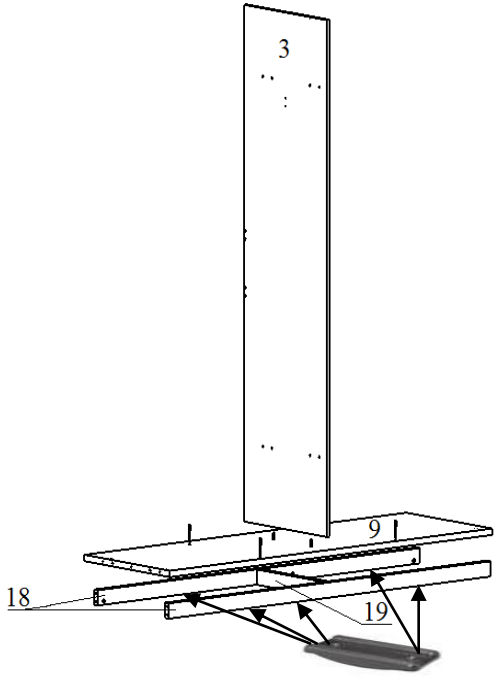

Рисунок 4
3. Гвоздями вбейте подпятники в детали поз. 18,19. Вставьте деталь поз. 19 в детали поз. 18. Евровинтами 50 мм притяните деталь поз. 3 к детали поз. 9 (эксцентриками вниз). Затем детали поз. 18, 19 к детали поз. 9. См. рисунок 4.